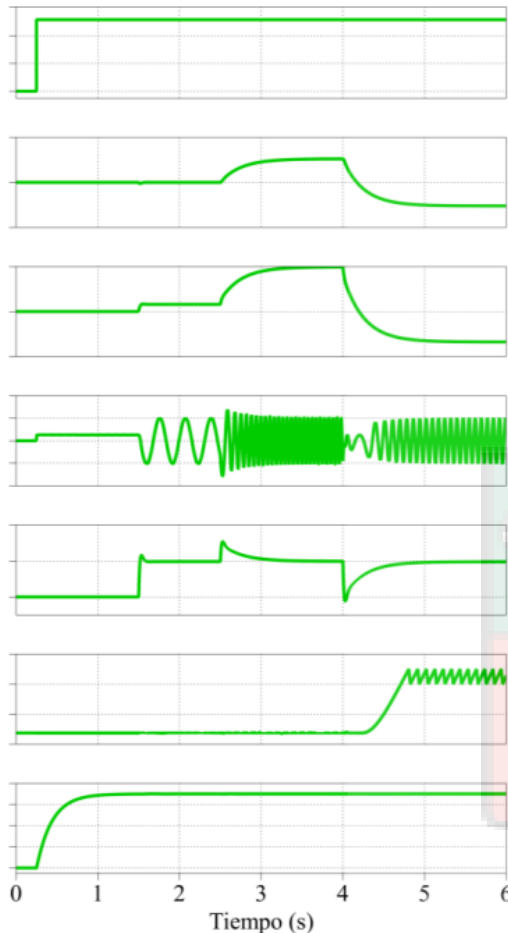
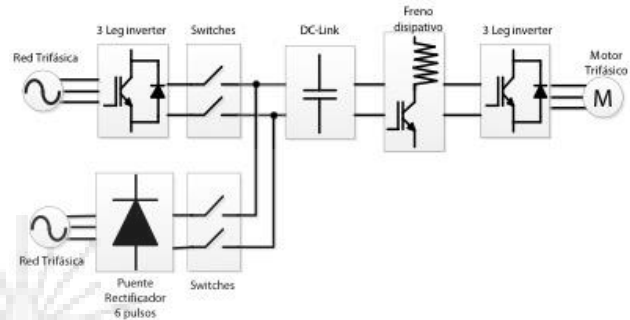

Figura 2: Señales medidas en el sistema
Figura 1: Motor de Inducción alimentado por variador de frecuencia. No considere conectado el convertor fuente de voltaje del lado izquierdo
6) En la Figura 1 se muestra un convertor alimentando una máquina de inducción. El algoritmo utilizado es vectorial indirecto, con orientación en el flujo de rotor. Por otro lado, en la Figura 2 se muestran varias señales eléctricas, a las cuales por un error no se les colocó la escala en el eje “y” ni el nombre de las señales, pero se sabe que las señales graficadas son las que se muestran en la tabla 1 y que solo una señal no comienza en 0. Además, debe tomar en cuenta que en algunos puntos la carga en el eje y/o la velocidad de referencia son cambiados.
- Asocie, justificadamente, el nombre correcto de la tabla 1 con cada gráfica de la Figura 2. (10 puntos)